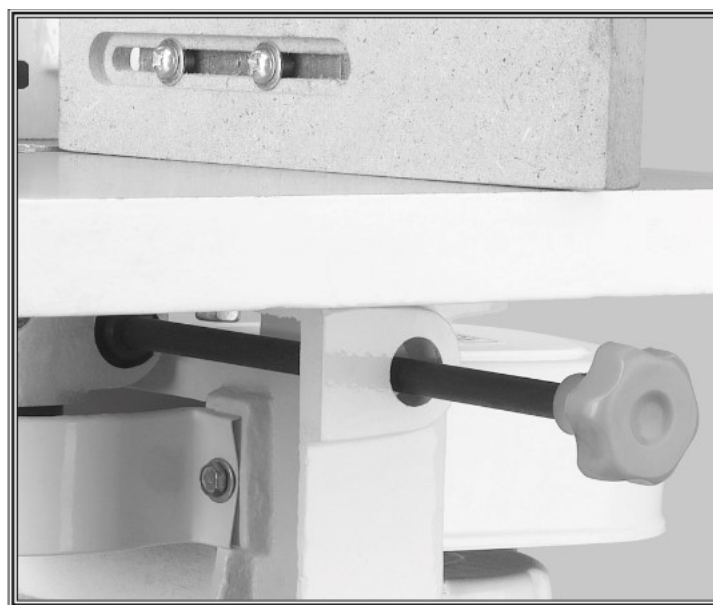

Рис. 11 Ручка регулировки высоты шпинделя
2. Переместите ручку регулировки высоты шпинделя, представленную на Рис. 11, вправо, чтобы поднять шпиндель, или влево, чтобы опустить его.